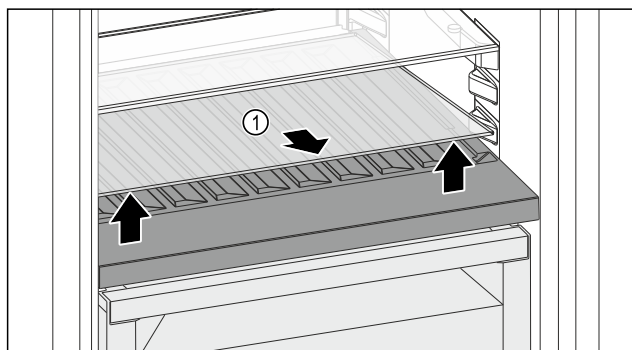

Fig. 218
- Ngrini lart përpara pllakën e xhamit Fig. 218 (1) te foleja dhe tërhiqeni jashtë.
- Ruani të sigurt pllakën e xhamit Fig. 218 (1) jashtë pajisjes.
- Vendoseni pllakën e xhamit (2) nën raftin mbajtës të ndryshueshëm të shisheve.